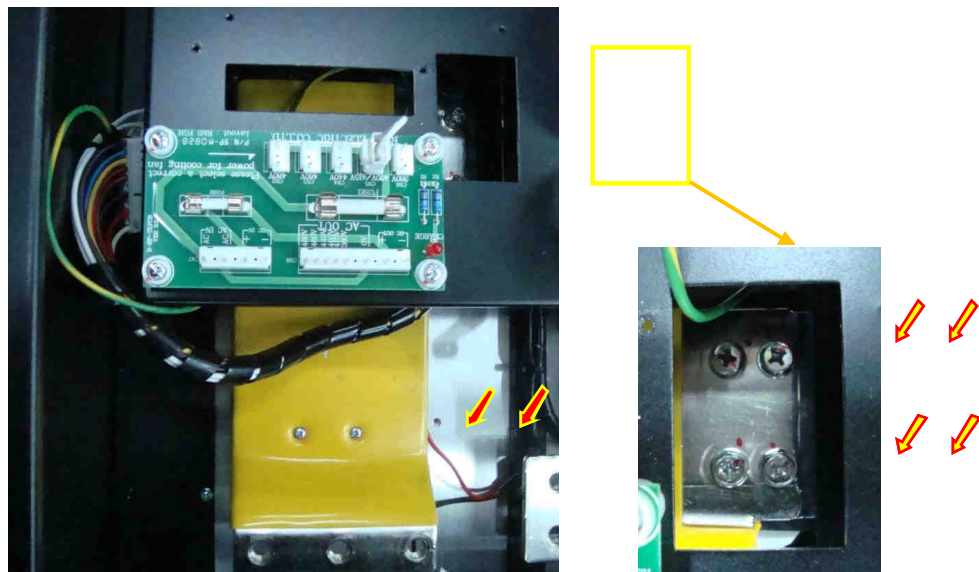

Рис. 6.18.
6.11.2. Демонтировать силовую перемычку, для чего выкрутить 2 винта крепления к изолятору (рис. 6.18, красные стрелки) и 4 винта крепления к шинам «+» и «-» (рис. 6.18, желтые стрелки), и положить их в тару.